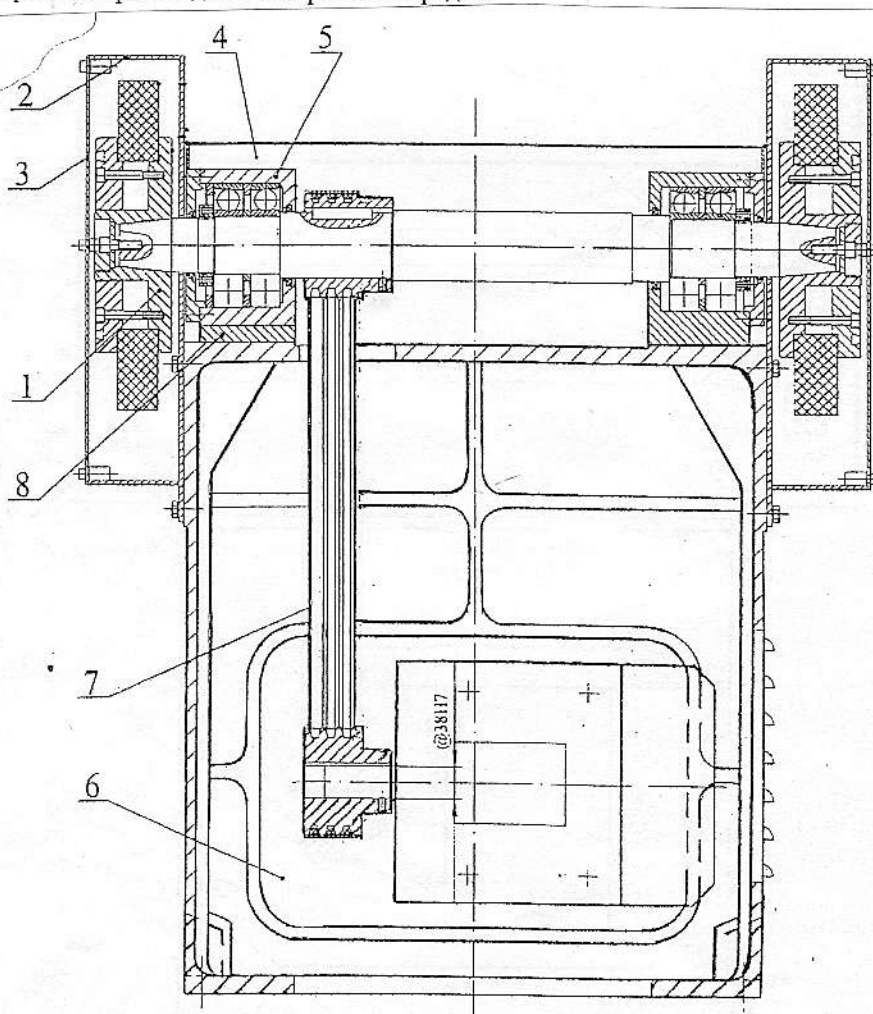

Рис. 11.1
11.4 Смена ремней привода шпинделя производится в следующем порядке (см.рис. 11.1):